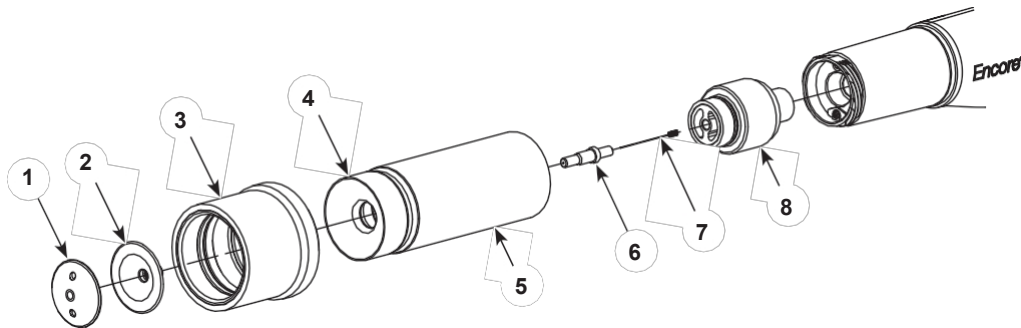

Figure 8 Nettoyage de l' d'une buse conique
1. Voir la figure 8. Maintenez le déflecteur (2) avec le doigt tout en dévissant le capuchon déflecteur (1). Retirez délicatement le déflecteur (2) du support d'électrode conique (6).
2. Dévisser l'écrou de buse (5) dans le sens inverse des aiguilles d'une montre et retirer l'écrou, la buse conique (4) et le manchon de jet (3) du pistolet pulvérisateur.
5. Inspectez le support d'électrode (6). Si le support d'électrode est usé ou endommagé, dévissez-le du support d'électrode (8), puis retirez l'électrode (7). Installez l'électrode dans le nouveau support, puis vissez le support dans le support d'électrode. Installez l'ensemble support d'électrode (6, 7 et 8) dans le pistolet pulvérisateur.